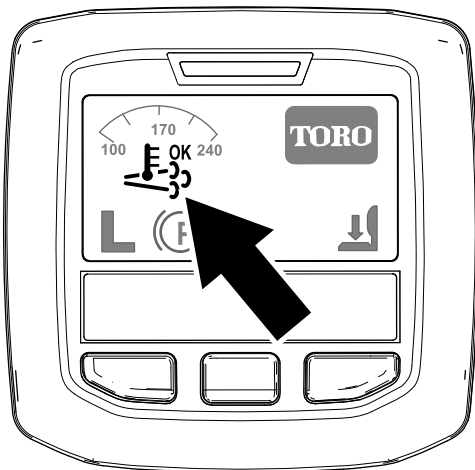

Figura 42
- O ícone da regeneração assistida/de reposição surge no InfoCenter (Figura 42).